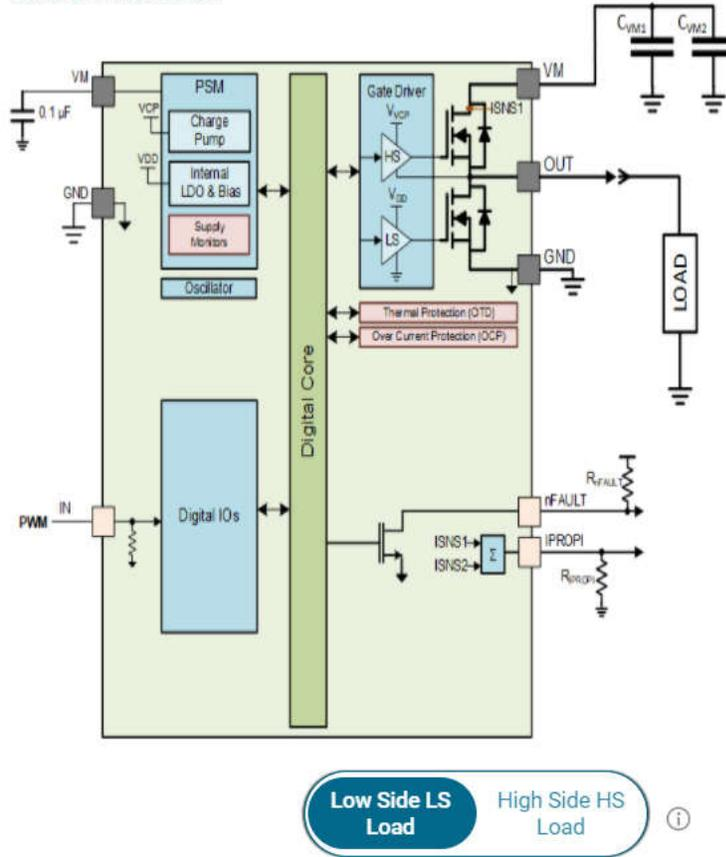

图 4-6. DRV814x 高侧和低侧连接
- **模式**：对 S_MODE 寄存器进行编程，并根据您的选择改变电桥控制的外观。DRV824x 和 DRV814x 器件系列之间的模式选项有所不同。DRV814x 器件仅在一种固定模式下运行，用户只能在高侧和低侧负载连接之间切换。高侧连接将负载连接到 VM 和 OUT 之间，而低侧连接将负载连接到 OUT 和 GND 之间，如图 4-6 所示。
- **模式**：在硬件型号中，必须在 GUI 唤醒控制处于睡眠状态时通过跳线更改模式。请参阅图 2-8。1 级为 PH/EN 模式，2 级为独立半桥模式，4 级为 PWM 模式，如器件数据表中所示。对于 4 级，没有跳线。这些模式变化的跳线设置如节 2.4 中所述。对于独立半桥模式，用户必须针对高侧负载或低侧负载进行正确连接，如图 4-6 中所示。